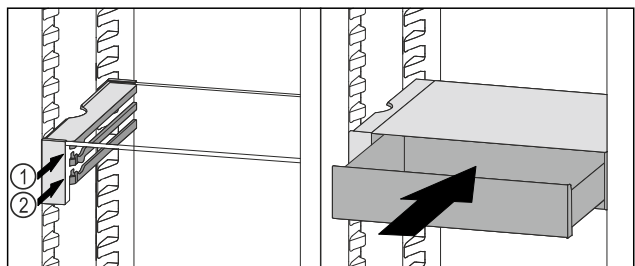

Fig. 106
- ▶ Nasaďte zásuvku VarioSafe za zářezky na požadovaném žebro Fig. 106 (1) nebo Fig. 106 (2).